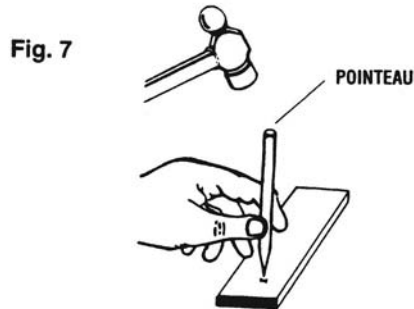

Fig. 7
6. Lay out the hole locations on the workpiece and **CENTER PUNCH** at these locations. Center punching will prevent walking of the drill point and insure proper hole location. The benefits of center punching are less drill breakage and better hole size tolerance. (See Fig. 7)
6. Tracer la position des trous sur la pièce et marquer chaque trou d'un coup de **POINTEAU**. Le coup de pointeau empêche le foret de glisser et assure que le trou sera au bon endroit. Cela réduit également le risque de casser des forets et améliore la tolérance sur le diamètre. (Voir Fig. 7)
- Elija la posición de los orificios en la pieza de trabajo y haga una marca con un punzón en estos puntos. Si se marcan los puntos con un punzón se evitará el desplazamiento de la punta de la broca y se asegurará la posición correcta del orificio. Las ventajas del marcado con punzón son menos roturas de brocas y una mejor tolerancia del tamaño de los orificios. (Ver la Fig. 7)